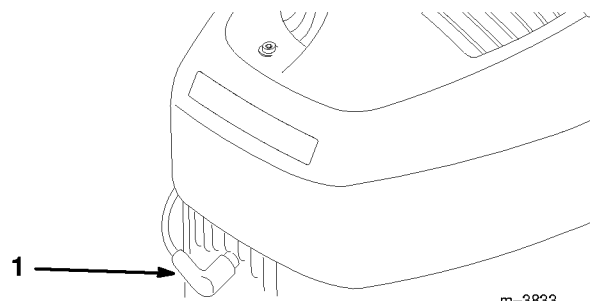

Figure 10
2. Rebrancher le fil de bougie (s'il a été débranché) (Fig. 10).